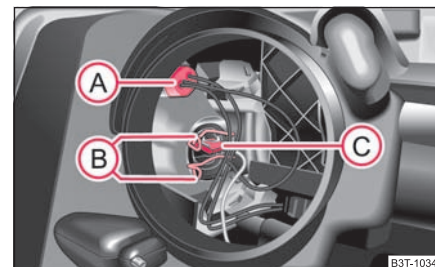

Fig. 234 Dépose de
- Sortez la douille Ⓐ ⇒ fig. 234.
- Comprimez l'étrier en fil de fer Ⓑ ⇒ fig. 234 et décrochez-le sur le côté.
- Sortez la douille Ⓒ ⇒ fig. 234.